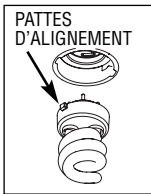

Fig. 6
3. Appuyez délicatement sur l'ampoule fluo à tube spiral et tournez-la en sens antihoraire jusqu'à ce que les deux pattes d'alignement soient visibles dans les échancrures. Retirez l'ampoule. (Fig. 6)